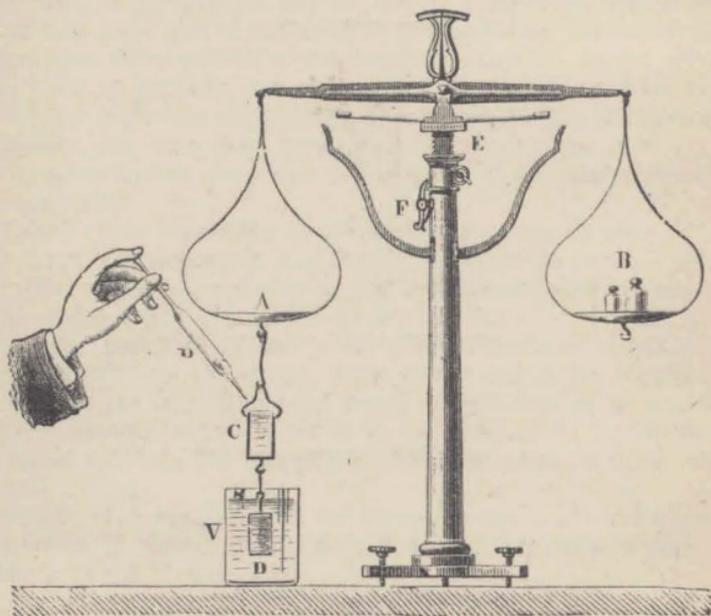

Fig. 41. — Demostración experimental del principio de Arquímedes.
82. Demostración experimental. — Se demuestra el principio de Arquímedes por medio de la balanza hidrostática y de dos cilindros metálicos de volumen igual, el uno lleno y el otro hueco (fig. 41).